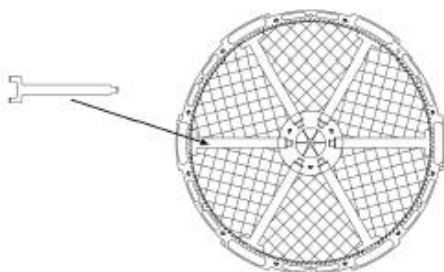

Figure.6
- Lukk opp bøylene som holder putene fast i hjulet (fig 6) og vask de med eddikvann eller de må skiftes hvis det er behov for det.